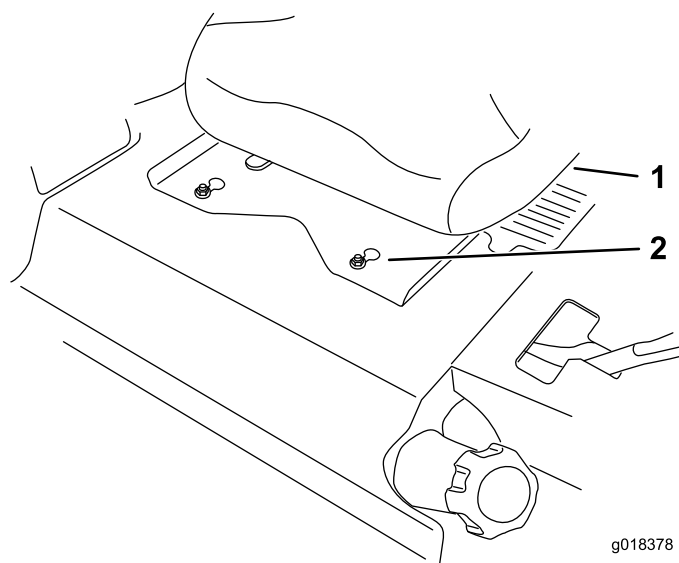

Figura 2
8. Deslice el asiento y la chapa del asiento hacia adelante para que las tuercas puedan pasar por los orificios (Figura 2).